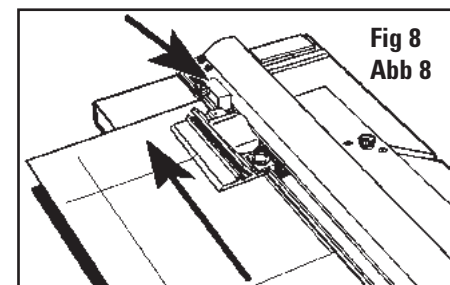

Fig 8
6. Relâcher le goujon anti-glissement et tirer la tête de découpe en biseau vers soi jusqu'à ce qu'elle entre légèrement en contact avec la butée de production (Fig 8)
6. Lassen Sie die Anti-Rutschnadel los und ziehen Sie den Schneidkopf so lange auf sich zu, bis er leichten Kontakt mit dem Produktionsstopp hat. (Abb. 8)
6. Libere el Pasador Anti-Arrastre y tire del cabezal de corte hacia usted hasta que contacte suavemente el tope de producción. (Fig. 8)
6. Rilasciare il perno antiscivolo e tirare la testa di taglio verso di voi finché non tocchi delicatamente l'arresto di produzione. (Fig. 8)